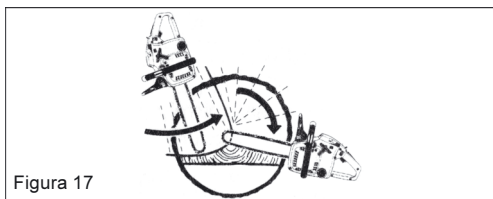

Figura 17
5. Se il diametro del tronco è maggiore della lunghezza della barra di guida, effettuare due tagli (figura 17).